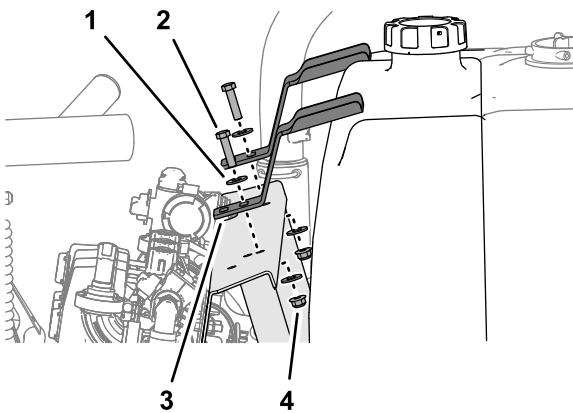

Bild 4
5. Entfernen Sie die zwei Schrauben, vier Scheiben und zwei Sicherungsbundmuttern, mit denen die zwei Befestigungshalterungen für den Spülbehälter an der Ventilbefestigung befestigt sind, und nehmen Sie die Befestigungshalterungen ab (Bild 4).